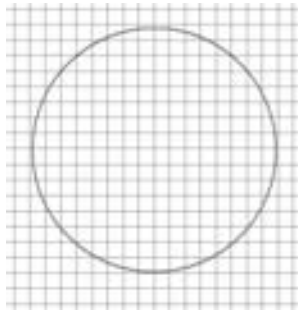

图 2-42 绘制一个圆
- 01 选择“放置”→“圆弧”菜单命令，在电路板上绘制一个圆，如图 2-42 所示。